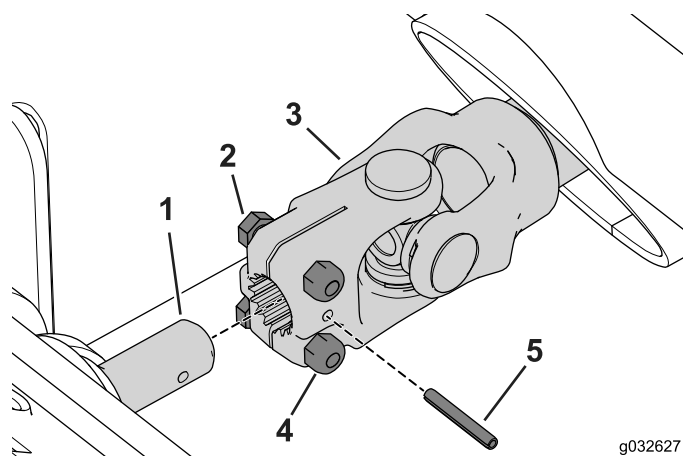

Рисунок 79
2. Совместите отверстия под цилиндрические штифты и наденьте вилку механизма отбора мощности (РТО) на вал механизма отбора мощности (РТО) на зимней раме (Рисунок 79).
3. Установите цилиндрический штифт (Рисунок 79).